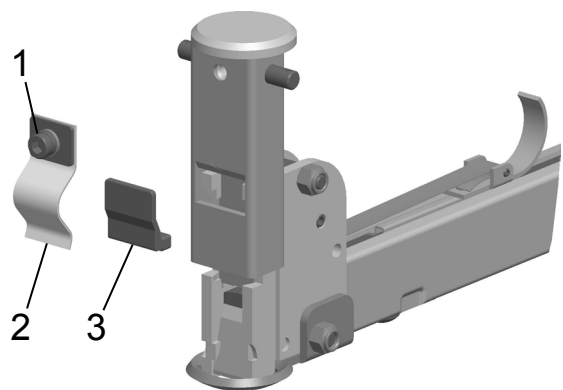

Fig. 11
- Eine Zylinderschraube (Fig. 11/1) entfernen. Heftkopf drücken und die Klammersperre (11/3) entfernen.